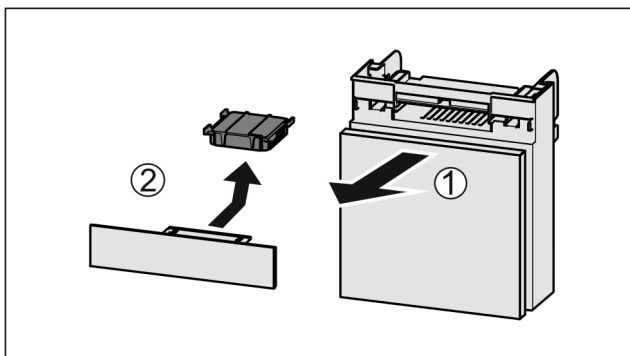

Fig. 212
- Træk rummet fremad Fig. 212 (1).
- Tag aktivkulfilteret Fig. 212 (2) ud.